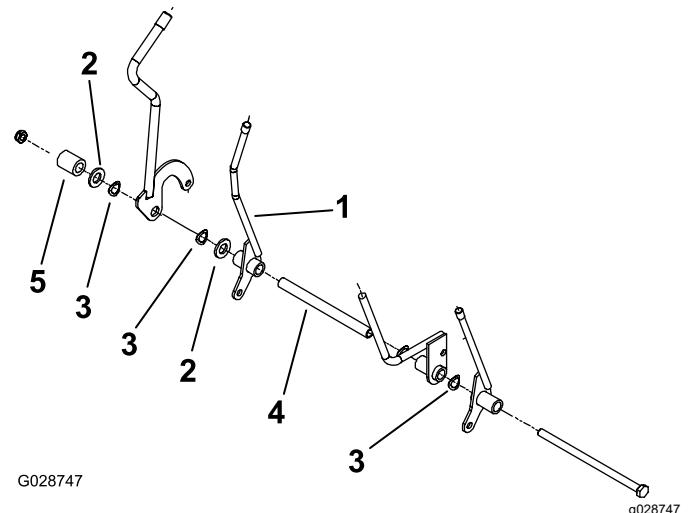

Рисунок 8
Примечание: Расположите рычаг, как показано на Рисунок 8.
- Установите ранее снятые компоненты на болт, расположив их, как показано на Рисунок 8.
- Вставьте болт в опорный кронштейн рычага и закрепите ранее снятой гайкой (Рисунок 8).
Примечание: Расположение рычага показано на Рисунок 8.